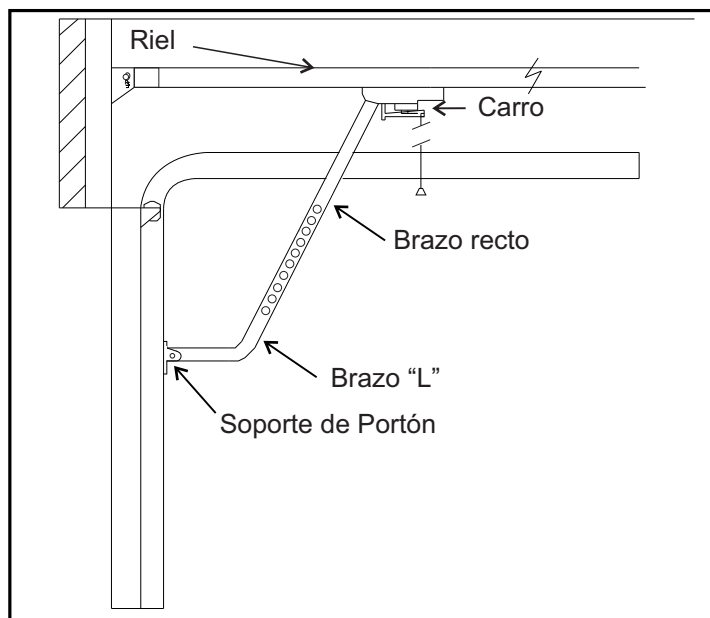

Fig.11
- Fije el Soporte del Portón con pijas ó tornillos con tuercas y sujete el Brazo "L" al Soporte del Portón con pernos y seguros. Fije un extremo del Brazo Recto al Carro del Riel y el otro extremo al Brazo "L". y compruebe que el Brazo del Portón se mueva libremente. (Fig. 11)